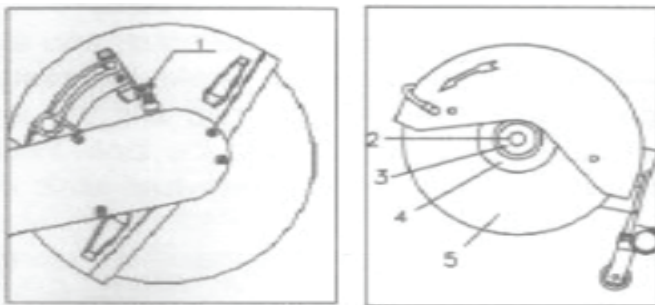

Fig 5
II. Scelta del disco giusto: a. Il diametro del disco può essere di 300 mm (12 inch) o 350 mm (14 inch). Il diametro interno dell'asse ha due dimensioni 25,4 mm. Lo spesso del disco deve essere tra 2 e 4 mm. b. Tipi di disco: Per il vostro riferimento scegliere dischi abrasivi composti per tagliare asfalto, calcestruzzo, pietra, mattoni, acciaio e plastica. Scegliere dischi abrasivi diamantati per tagliare asfalto, calcestruzzo, pietra, roccia dura, mattoni, ecc. Nota: Su ogni disco diamantato esiste un indicatore del senso di rotazione. Nel montare il disco assicurarsi che lo stesso corrisponde al senso di rotazione dell'asse. c. Montaggio/ Sostituzione del disco (v. Fig. 5) Premere paino sulla Sicura dell'asse (1), usare la chiave mista per girare il Disco (5) indietro e avanti fino a quando la sicura dell'asse coinvolge l'asse del disco. Usare la chiave mista per allentare e rimuovere la Vite esagonale (2). Rimuovere la Rondella metallica (3), la Flangia (4) dall'asse del disco, insieme al disco che sarà restituito. Montare il nuovo disco. Montare la Flangia (4) e la Rondella metallica (3). Avvitare la Vite esagonale (2) con l'aiuto della chiave mista alla coppia di 25N.m. Alla fine togliere la Sicura dell'asse, modo tale che il disco possa girare liberamente.